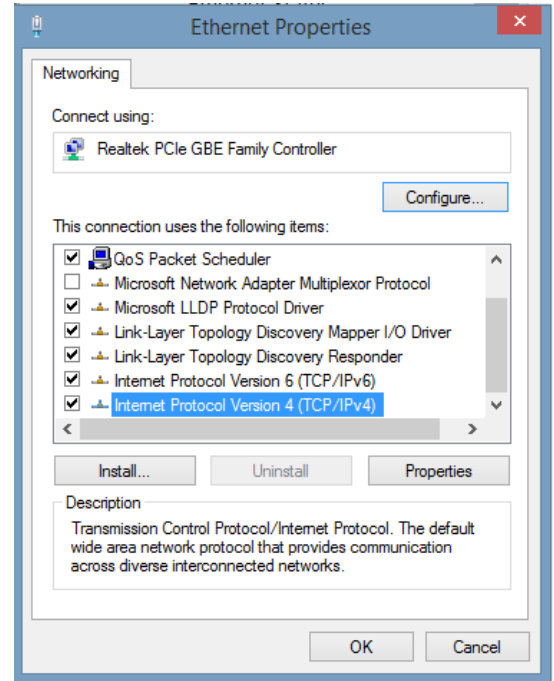

Fig. 2-29, Pantalla de Propiedades de Conexión de Área Local, Windows 10
6. Aparecerá un cuadro de diálogo muy similar al de la Fig. 2-29. Haga clic en **Internet Protocol** (Protocolo de Internet) (TCP/IPv4) y luego en el botón **Properties** (Propiedades).